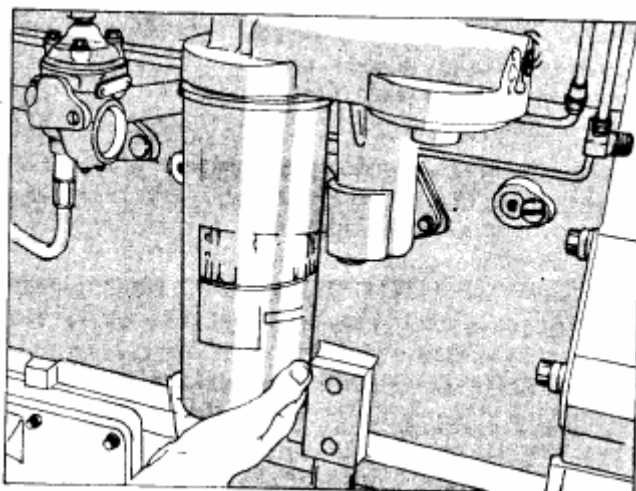

Рис.2-15. (OM1016L). Установка патрона фильтра смазывающего масла
1. Отверните корпус, с находящемся в нем фильтрующим элементом, рис.2-15 извлеките фильтрующий элемент.